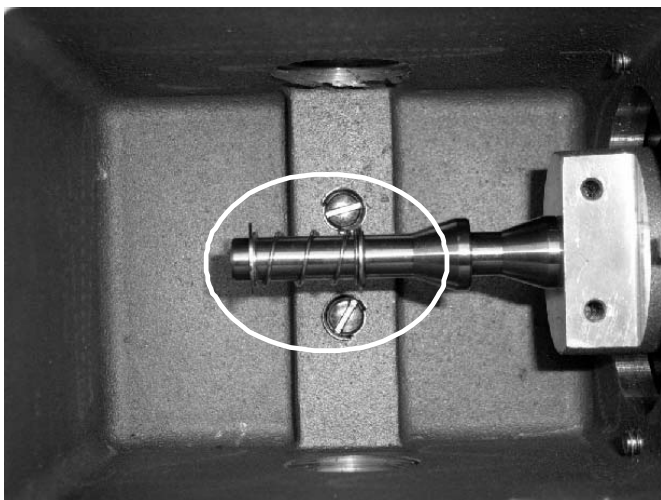

Figura 10: Conjunto de interruptor, suporte de mola, mola com arruelas e parafusos de máquina com arruelas.
6. Retire os conectores bandeira e crimpe os fios (Ver figura 10).